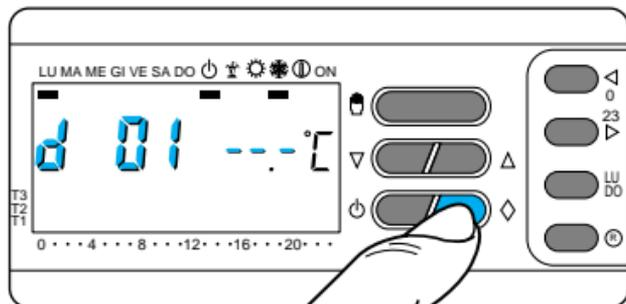

Fig. 72
**13.7** - Pulse dos veces el botón  (fig. 72).